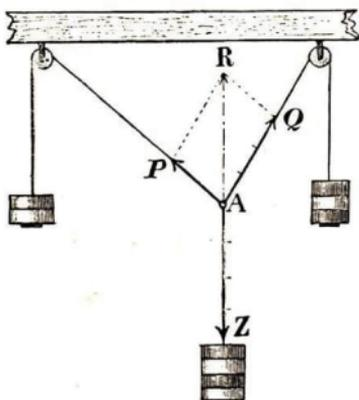

Abb. 55. Drei Kräfte im Gleichgewicht
1. Zwei Verfahren, um eine Last Z zu heben. (Abb. 55.) a) Um die Last Z zu heben, brauchte man nur eine einzige, ihr gleiche Kraft R aufzuwenden, die nach aufwärts wirkt ($R = Z$).
b) Oder man kann sie durch 2 Kräfte P und Q heben, die einen Winkel bilden (Abb. 55). Der Schüler führe einen solchen Versuch aus!
Der Holländer Deichinspektor *Stevin* (1620) trug vom Angriffspunkt A aus die **Kraftpfeile** für P , Q und R an (diese sind in Abb. 55: $P = 2$, $Q = 3$, $R = 4$) und erkannte zu seiner großen Überraschung, daß die Endpunkte dieser Pfeile mit A die Ecken eines Parallelogramms bilden.